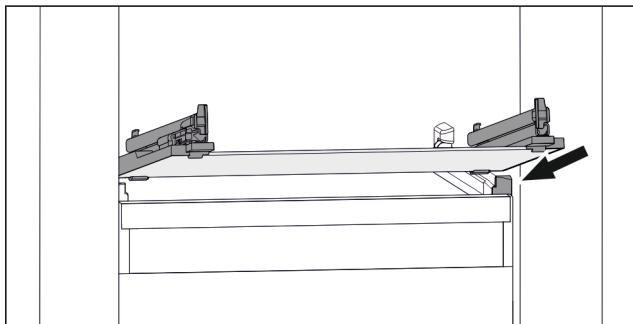

Fig. 77 Simbolična slika steklene plošče
- Stekleno ploščo postavite v poševnem položaju za zaustavljalniki. (glejte Fig. 77)